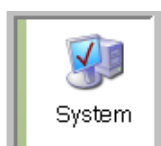

Рис. 123
2. Щелкните дважды по значку «Система» (Рис. 123).